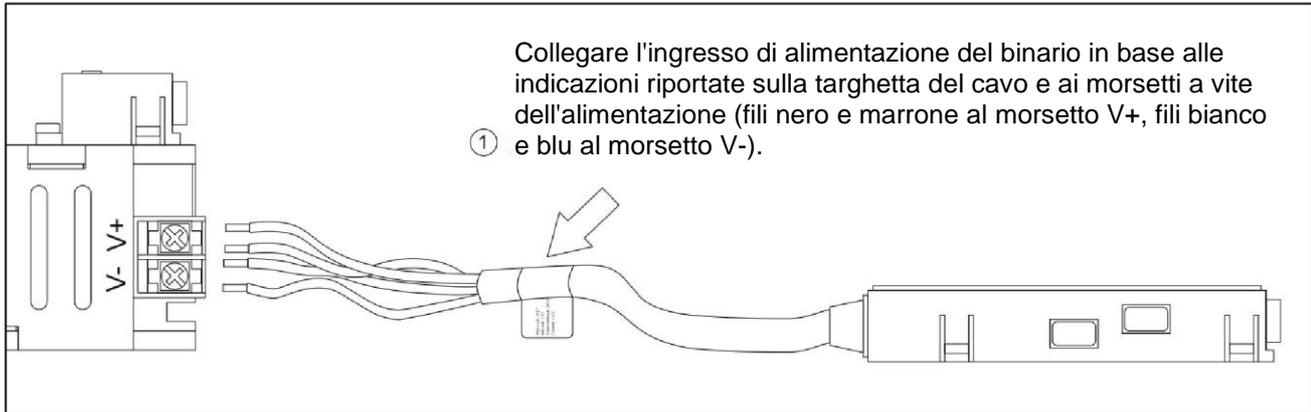

Fig. 1 Collegamento dell'ingresso di alimentazione del binario
- Collegare i fili di ingresso dell'alimentazione del binario ai terminali a vite dell'alimentazione appropriata (i fili marrone e nero al terminale V+ e i fili bianco e blu al terminale V-). Fig. 1